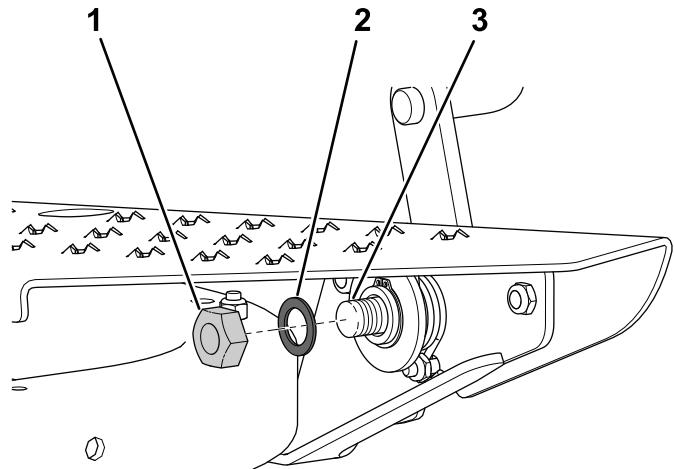

图 21
9. 使用扁平垫圈 $\frac{5}{8} \times 1$ 英寸和锁紧螺母 $\frac{5}{8}$ 英寸将锁定踏板固定到脚踏板和轮毂总成上请参阅图 21。